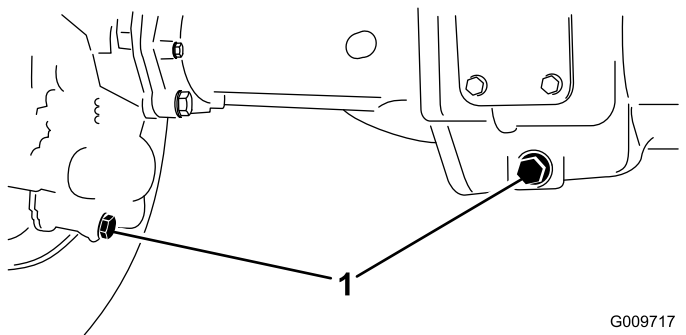

图 71
2. 清洁 3 个排油塞的周边区域——两端各 1 个中间 1 个 (图 71)。